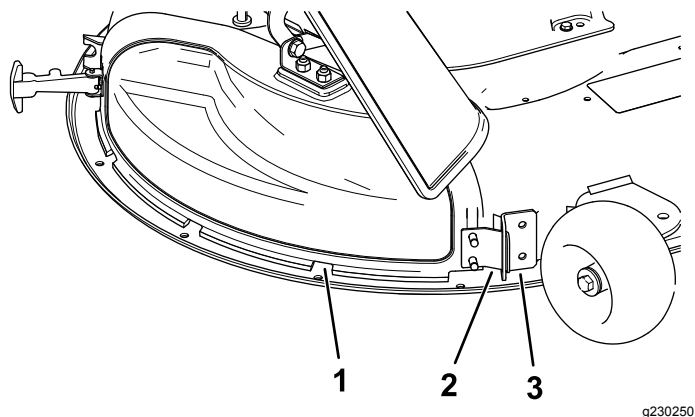

Figura 7
5. Retire la pestaña metálica de la tapa de descarga de la ranura del soporte que está soldado a la carcasa de corte (Figura 7).